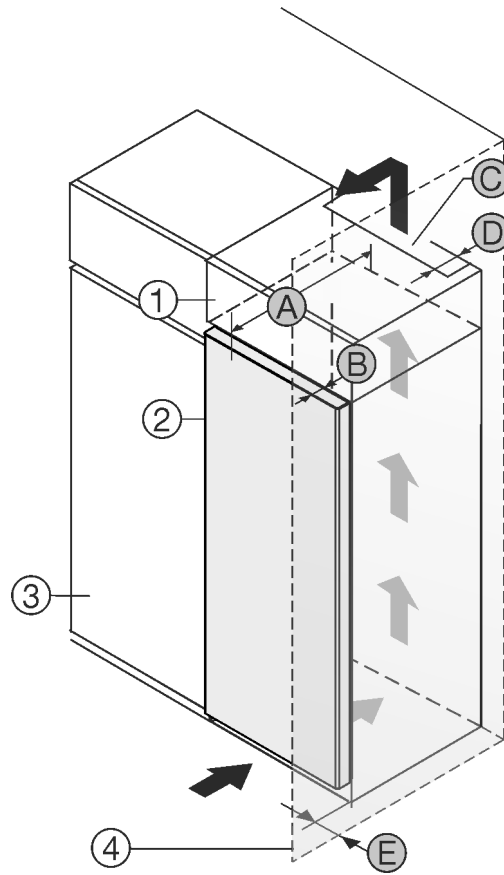

Fig. 1
Voit pystyttää laitteen suoraan jääkaapin Fig. 1 (3) viereen.*
Lisäkaapin takana on oltava lisäkaapin levyinen poistoilmakuilu, jonka syvyys on Fig. 1 (D).*
Katon alapuolelle on jätettävä ilmanvaihdon poikkipinta-alaa Fig. 1 (C) vastaava tila.*
Jos asennat laitteen oven saranapuolen seinän Fig. 1 (4) viereen, laitteen ja seinän väliin on jätettävä vähintään 13 mm väli.*
Jos asennat laitteen oven saranapuolen seinän Fig. 1 (4) viereen, laitteen ja seinän väliin on jätettävä vähintään 20 mm väli.*
Jotta voit avata ovet kokonaan, laitteen on oltava oven syvyyden Fig. 1 (B) verran ulospäin keittiökaappien etureunasta. Keittiökaappien Fig. 1 (3) syvyyden ja välikkeiden käytön mukaisesti laite voi olla ulompana.*